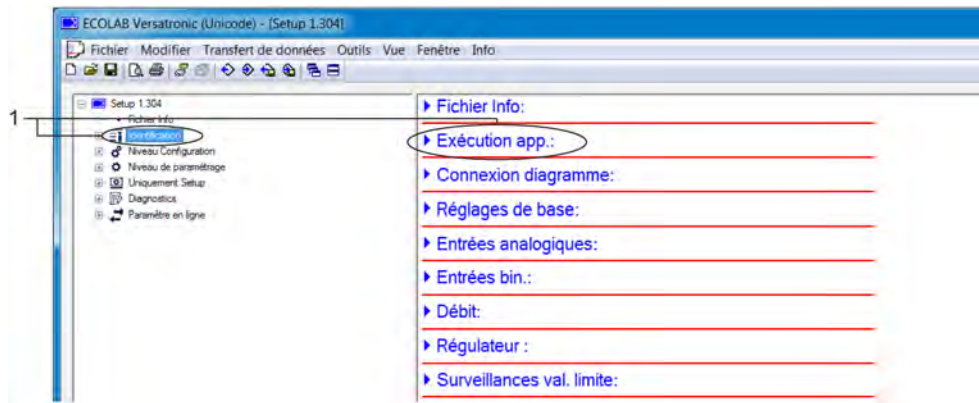

Fig. 99 : Aperçu graphique
7. ▶ Ici, vous pouvez placer, déplacer et retirer les platines en options souhaitées (Fig. 99 , pos. 1) des emplacements enfichables correspondants (Fig. 99 , pos. 2) en glissant et déposant leurs icônes.
L'histogramme « Bilan énergétique » (Fig. 99 , pos. 4) représente l'échauffement prévisible de l'intérieur du boîtier. La dissipation thermique totale de l'élément de base et du bloc secteur ainsi que des platines en option, de même que l'influence de la température ambiante prévisible (Fig. 99 , pos. 3) sont prises en compte. La petite barre verticale du présent affichage (Fig. 99 , pos. 6) représente la limite à ne pas dépasser.
En cas de dépassement de cette limite, la couleur du pointeur de l'histogramme (Fig. 99 , pos. 5) passe du noir au rouge.